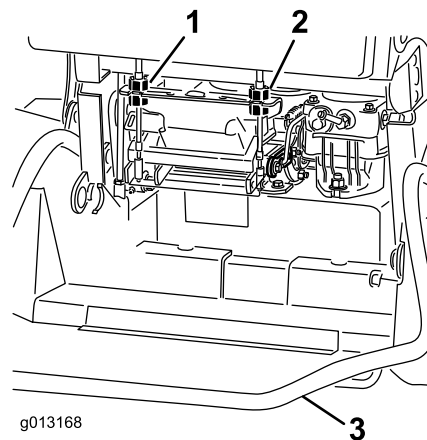

Figura 56
4. Gire la rueda de ajuste del cable derecho hasta que la palanca de control de movimiento derecha quede posicionado en el centro de la ranura de bloqueo/punto muerto del panel de control. Luego, gire el ajuste del cable izquierdo hasta que la velocidad de la rueda izquierda coincida con la velocidad de la rueda derecha establecida anteriormente. (Figura 56).